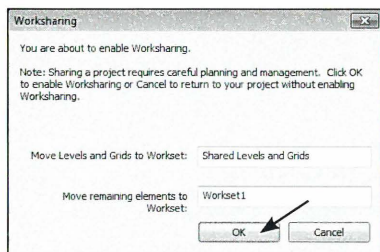

Fig. 16.05. Klik OK til de to *Worksets*.
- Revit advarer nu om at der oprettes *Worksets*, der skal oprettes mindst 2 stk, en med *Levels* og *Grid* som den skriver øverst på Fig. 16.05 og en til objekter, denne kaldes *Workset 1*, du kan navngive den som du ønsker. Klik *OK* (Fig. 16.05).